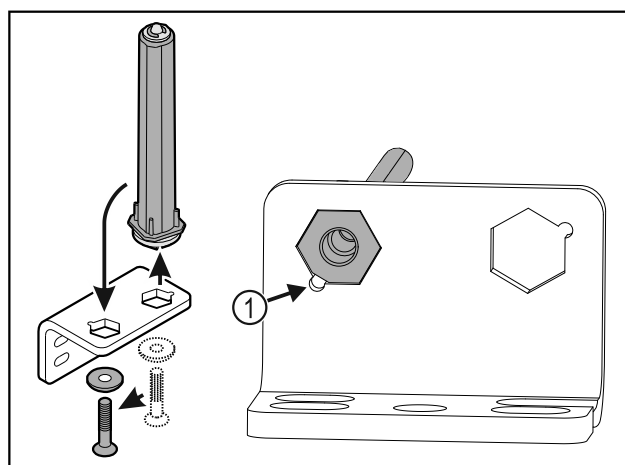

Fig. 33
- Lors de l'insertion de l'axe, veiller à ce que son chanfrein Fig. 33 (1) soit du côté du trou rond.